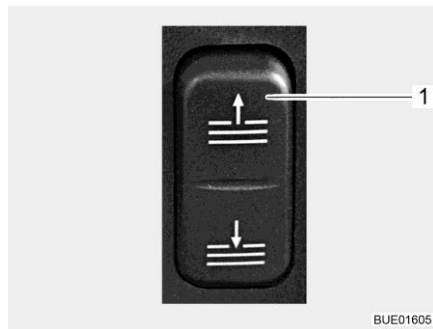

Bild 45 Schalter (elektrische Bedienung der Faltverdunklung)
- Öffnen und schließen: ■ Schalter am Armaturenbrett (Bild 45,1) drücken.